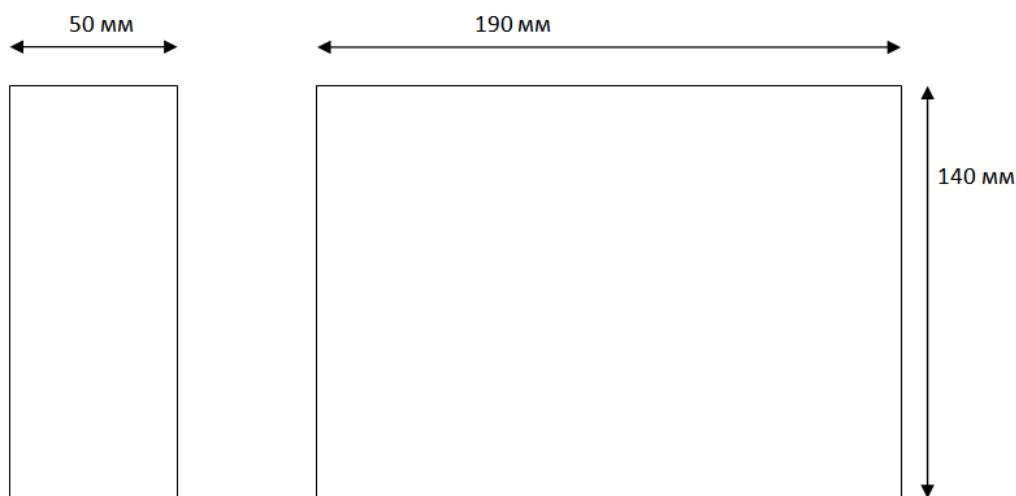

Рисунок 1. Габариты
2.1 Габаритные, присоединительные и установочные размеры представлены на Рис.1.